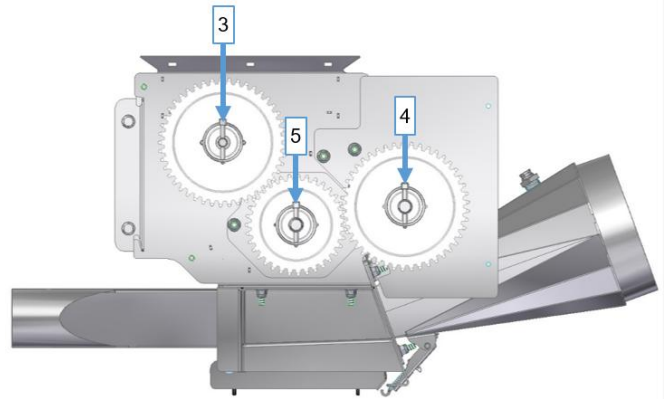

Figura 35
- Girar la rueda dentada doble del agitador [3] de tal forma, que la rueda dentada grande (número de dientes=45) esté engranada y la rueda más pequeña (número de dientes=35) no esté engranada (véase Figura 35).
- Asegurar la rueda dentada doble con el pasador abatible [3] (véase Figura 35).